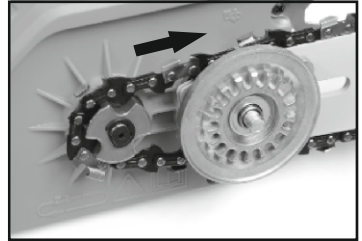

Рис.1
Натяните цепь так, чтобы резцы были направлены **ПО ЧАСОВОЙ СТРЕЛКЕ** к вращению(1) Рис.1.